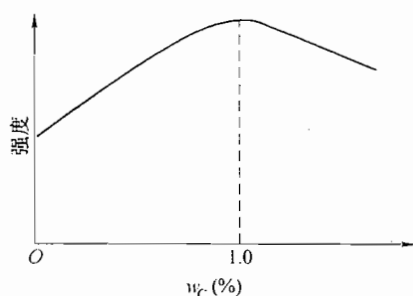

图 26-4 第二题第 6 小题解答图
6. 如图 26-4 所示, 强度随碳含量增加先增高后下降, 在碳含量约 1.0% 时为强度极大值。强度的这种变化与平衡态碳钢中的组织随碳含量变化有关: 当 $w_c < 0.77\%$ 时, 钢中的组织为铁素体 + 珠光体, 且珠光体的质量分数随碳含量增高而增大, 而珠光体在钢中起强化作用, 故强度随碳含量增加而增高; 当 $w_c > 0.77\%$ 后, 钢中的组织为二次渗碳体 + 珠光体, 二次渗碳体以网状分割珠光体, 且二次渗碳体的质量分数随碳含量增高而增大。渗碳体硬而脆, 少量不连续分布的二次渗碳体起强化作用, 故强度随碳含量增加继续增高; 但当 $w_c \geq 1.0\%$ 后, 二次渗碳体的质量分数增加到呈连续网状分布, 则会在外力作用下首先断裂形成微裂纹, 故强度下降。